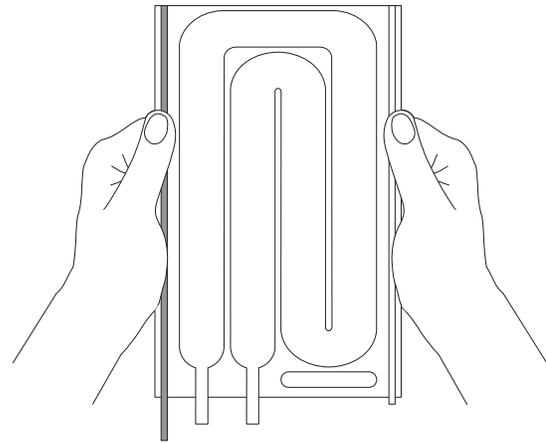

Figure 4—Introduction de la cassette
- 1 Saisir chaque rail (voir figure 4). Étirer légèrement la cassette souple et introduire l'extrémité avant de la cassette à l'avant de l'unité de réchauffage, avec le rail de guidage bleu dirigé vers le bas. Aligner les rails sur chacune des ouvertures.